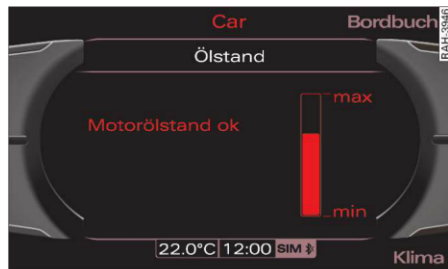

Fig. 223 Afișaj: Indicatorul nivelului de ulei
- Citiți nivelul uleiului pe afișaj ⇒ fig. 223. Adăugați ulei de motor dacă scala indicatorului nivelului de ulei se află chiar în fața marcatului "min" ⇒ *pagina 226*.